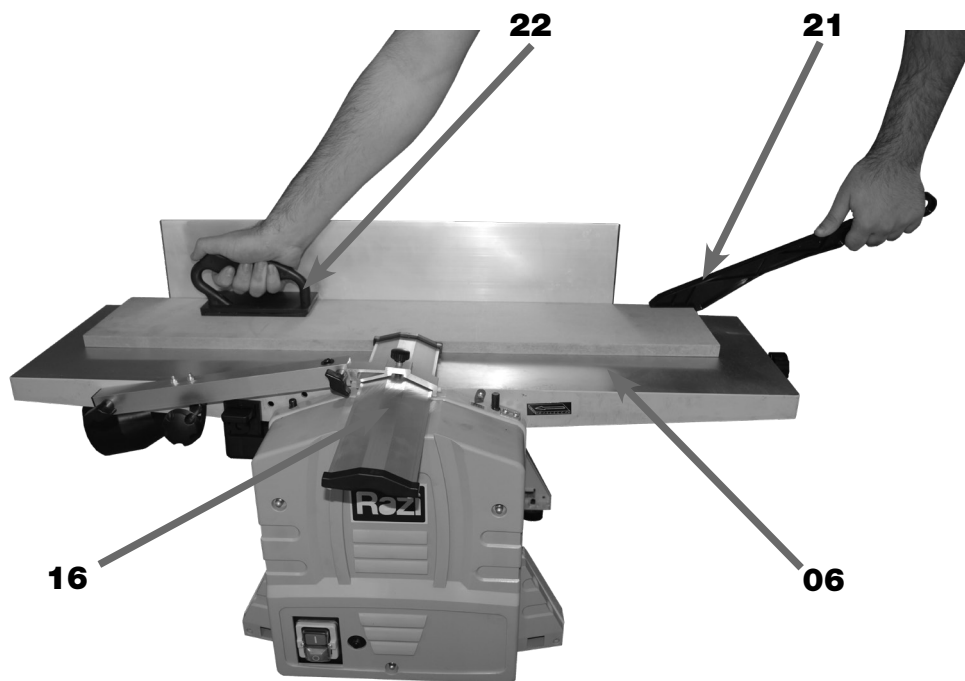

FIGURA 34 – Operação do Desempeno
7. ESCOLHER a espessura de desbaste desejada através da Escala (07);
8. COLOCAR a peça escolhida sobre a Mesa (06);
9. AJUSTAR a Proteção da Lâmina (16) conforme o tamanho da peça;
11. EMPURRAR a peça com o auxílio do Empurrador (21) e/ou dos Blocos de Pressão (22) (figura 34);